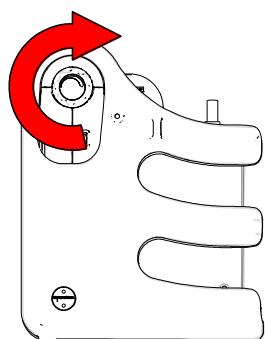

Fig. 20
2. Ocluir a extremidade do tubo paciente e, em seguida, ajustar o nível de vácuo de 50 a 550 mmHg, girando o botão de regulação do vácuo no sentido horário para aumentar e anti-horário para diminuir o vácuo (Fig. 20). Libertar e ocluir mais uma vez para confirmar a configuração. O nível de vácuo desejado pode ser visualizado no display LED (fig. 20).